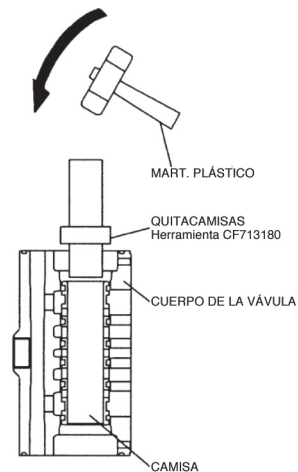

Fig 7.4
- Retire la camisa utilizando el quita camisas (herramienta especial: Pieza número CF713180) (fig. 7.4).
- Instale la camisa utilizando el quita camisas (herramienta especial: Pieza N° CF713180) (fig. 7.4. En este momento, aplique aceite lubricante alrededor de la camisa y las juntas tóricas.